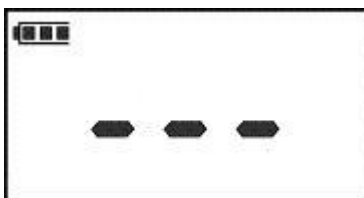

Рисунок 9.4
9.6 При выходе значения измеренного давления за диапазон измерений на индикаторе отображается надпись «---» и включается периодическая звуковая сигнализация (рисунок 9.4). Постоянное отображение надписи «---» при отсутствии избыточного давления соответствует некорректной настройке измерителя (необходимо настроить измеритель).